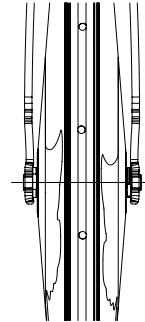

Abb. 12
- Setzen Sie das Laufrad in die Gabel ein, so dass die Bohrungen der Gabel mit den Bohrungen der Laufradachse übereinstimmen (Abb. 12).